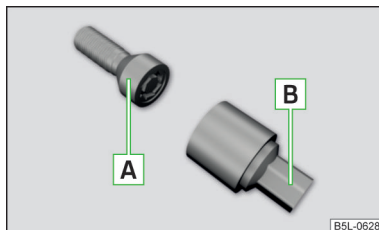

Fig. 120
Låseboltene beskytter hjulene mod tyveri. De kan kun **løses/spændes fast** med en adapter **[B]** » Fig. 120.
- » Sæt adapteren **[B]** » Fig. 120 helt ned på låsebolten **[A]**.
- » Sæt hjulnøglen helt ind over hjulbolten. Anvend den tilhørende adapter til låseboltene » Fig. 120 på side 109.